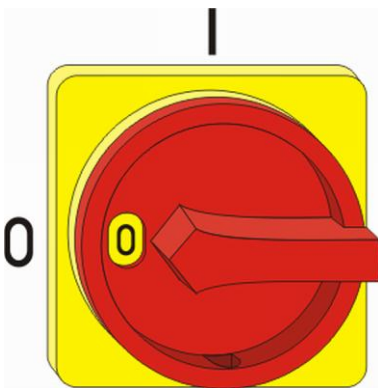

Abb. 29: Hauptschalter
1. Hauptschalter am Steuergerät in Stellung "0" bzw. "Off" (Abb. 29) drehen.